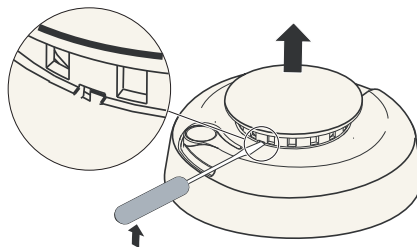

Bild 5.17 Entfernen der Melderkappe
3. Führen Sie einen Schlitz-Schraubendreher in den Schlitz auf der Melderkappe ein und drücken Sie die Kappe vorsichtig nach unten weg. Siehe *Bild 5.17, Seite 54*.